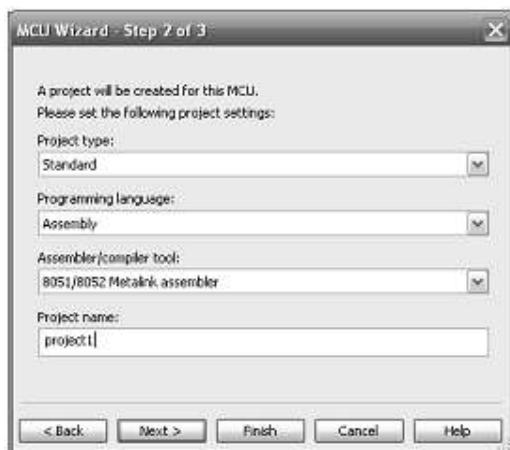

Рисунок 13 - Создание проекта для микроконтроллера
*Шаг 2.* Создание проекта для микроконтроллера (рис. 13)